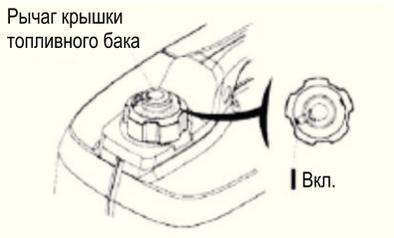

Рис. 8
1. Поверните рычаг крышки топливного бака по часовой стрелке в положение «Открыто» (рис.8).